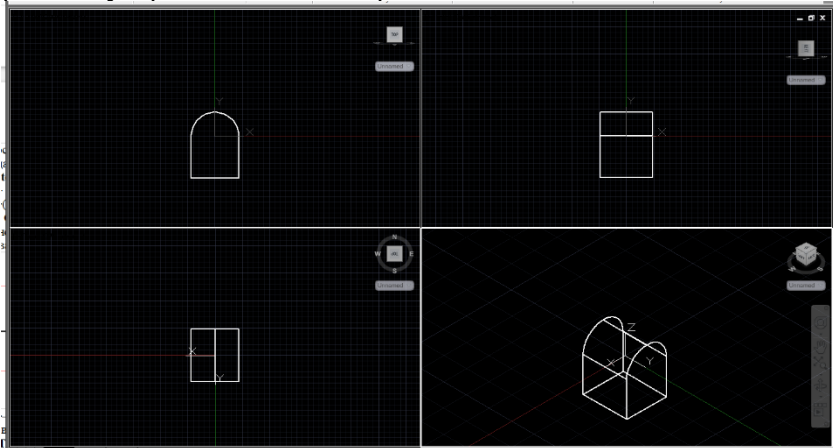

Рисунок 4.8 – Створення базового тіла
4.3.15 На основі замкненого контура створити твердотільний об'єкт шляхом видавлювання на відстань **48** (рис. 4.8):